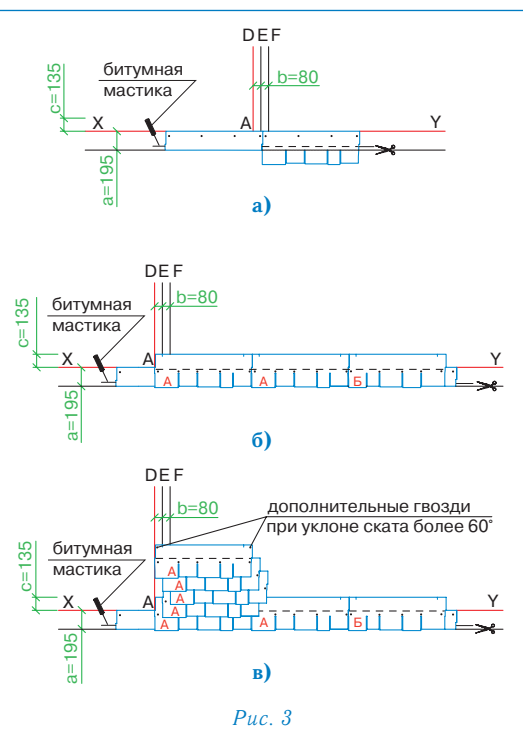

Рис. 3
Укладка материала (рис. 3)
- Начальный ряд формируется из листов черепицы ЗОДЧИЙ с обрезанными лепестками. Полученные таким образом полосы шириной 19,5 см укладываются по линии карниза в обе стороны от линии E (рис. 3а) и фиксируются по нижнему краю битумной мастикой, а по верхней кромке 4 гвоздями (ось гвоздей на 5 см ниже верхнего края полосы);
- далее первый ряд черепицы укладывается от линии AD в следующей последовательности: тип А, тип А, тип Б (рис. 3б);
- второй ряд черепицы укладывается от линии E (со смещением 8 см от AD) (рис. 3в);
Каждый лист гибкой черепицы ЗОДЧИЙ крепится 5 гвоздями таким образом, чтобы гвоздь прошивал и верхний край низлежащего листа черепицы (рис. 3б).